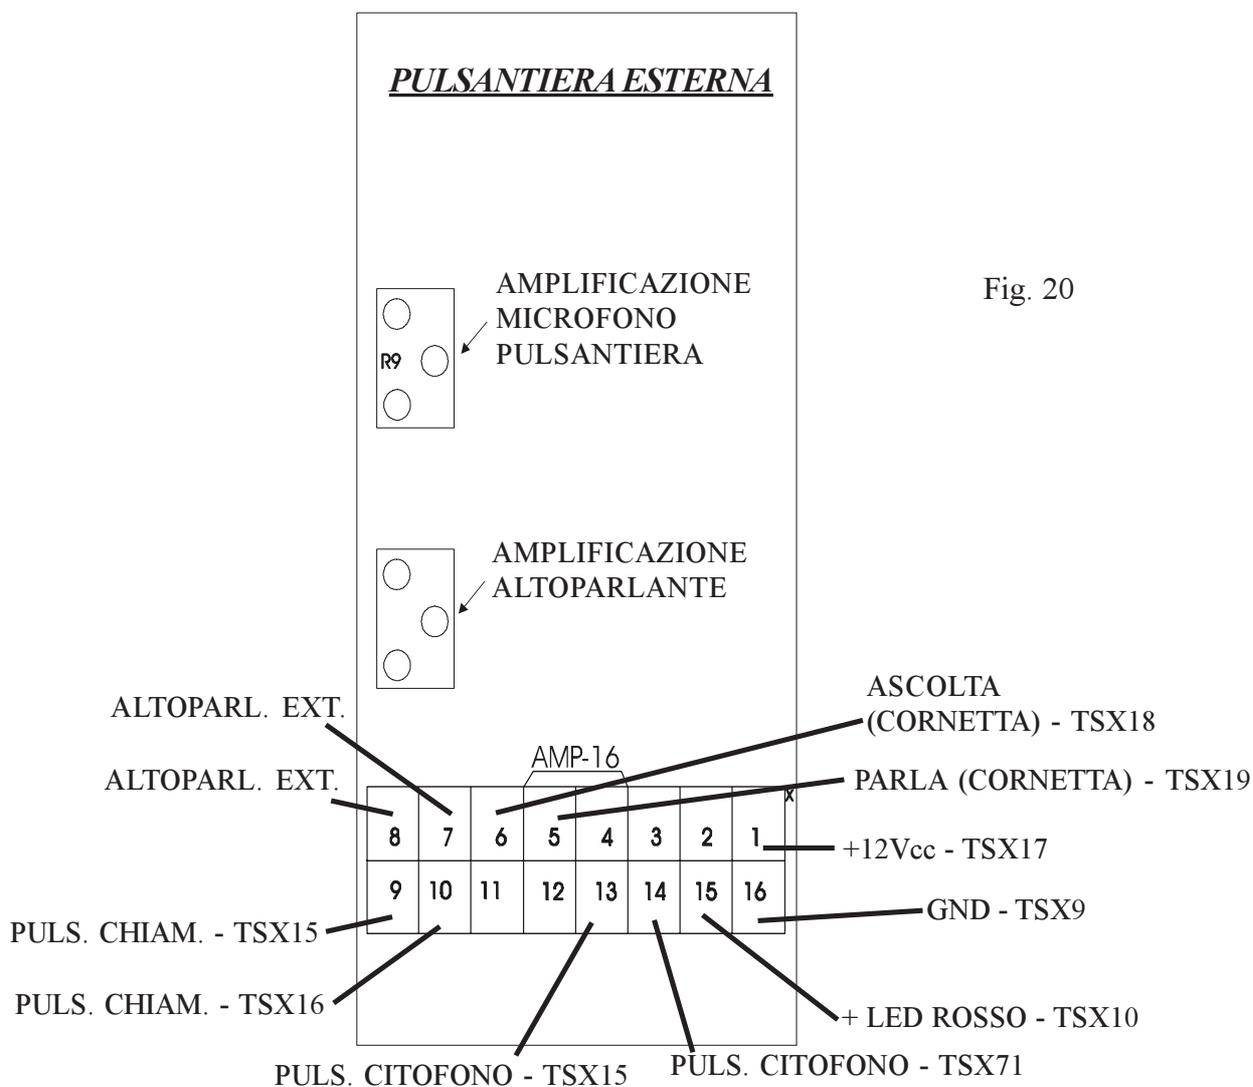

Fig. 20
- A) Pulsantiera esterna: per il collegamento vedi Fig.20